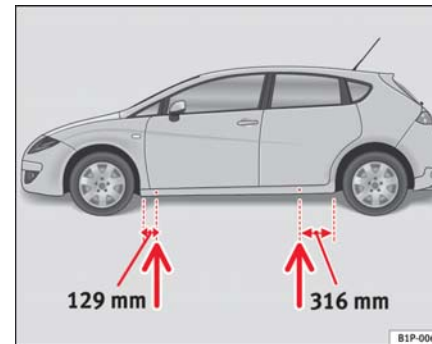

Fig. 149 Puntos de apoyo del gato
- Busque en el larguero inferior del vehículo el punto de apoyo mas cercano a la rueda pinchada ⇒ página 233, fig. 149
En el larguero inferior van marcados los lugares en los que se puede apoyar el gato ⇒ página 233, fig. 149. Se ha previsto un lugar para cada rueda. El gato no debe colocarse en otros lugares.